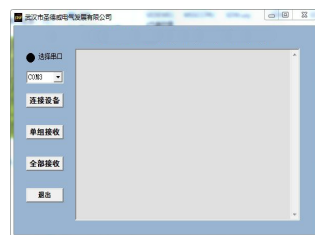
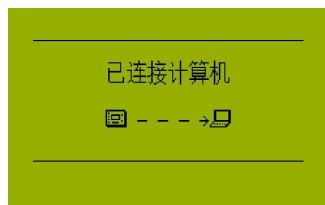

图2
图3
3、打开  文件夹，点击  图标，打开S-3131N通信程序(见图2、图3)。